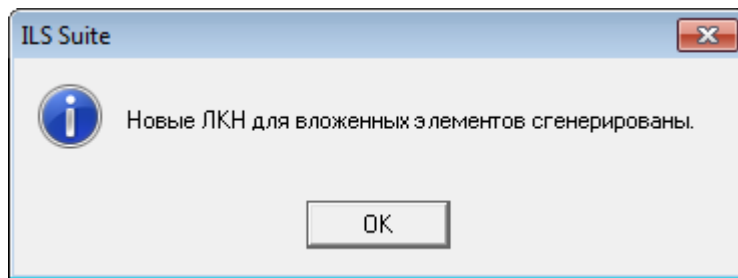

Рис. 10-18 – Сообщение о завершении процесса генерации ЛКН
- 4) Нажать кнопку «Да», чтобы закрыть окно, информирующее о завершении процесса генерации ЛКН (рис. 10-18).